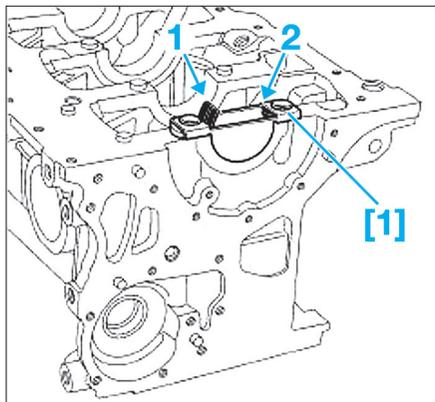

Fig. 64
- [1]. Outil de centrage des coussinets de palier de vilebrequin (Réf. Renault : Mot. 1493-01) (Fig.64).
Centrer les coussinets à l'aide l'outil [1] (Fig.64). Glisser le coussinet (1) jusqu'en butée (2) de l'outil.